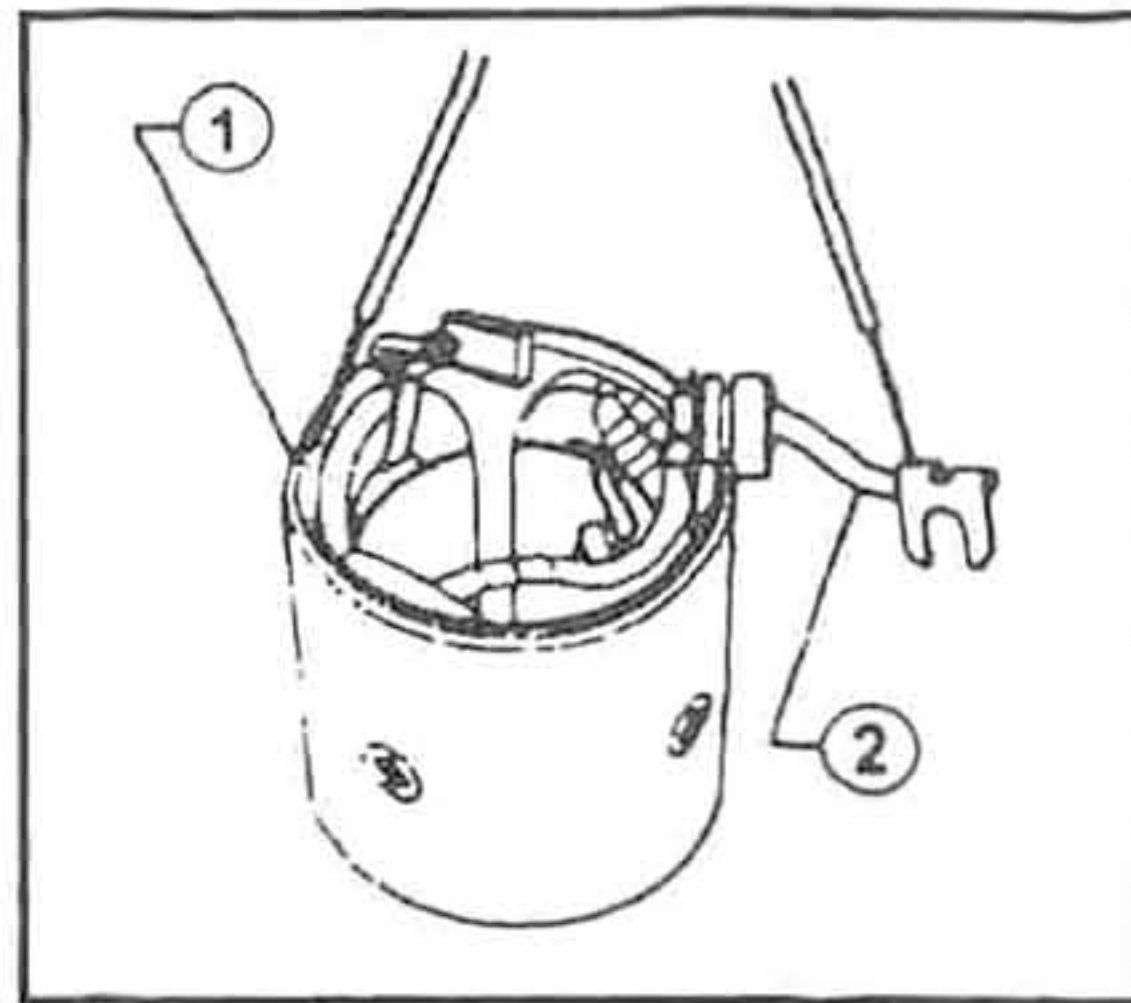

Рис. 726. 1. Корпус. 2. Плюсовой вывод обмотки возбуждения.
При обрыве цепи замените обмотку возбуждения. Проверьте изоляцию между корпусом (1) и плюсовым выводом обмотки возбуждения (2) (рис. 726), при нарушении изоляции замените обмотку.